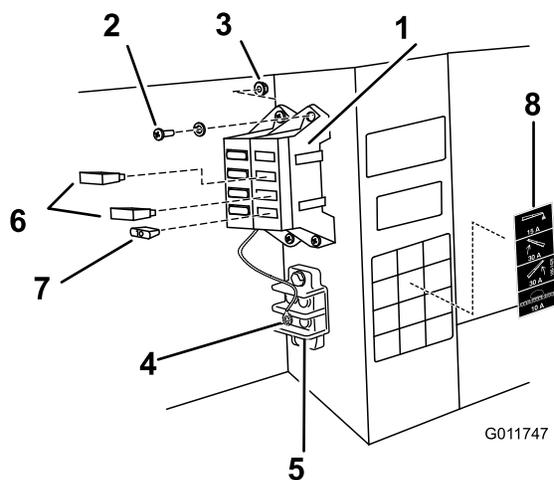

Figura 12
8. Utilizzando la rondella dentata collegate il cavo nero di terra al bullone 1/4 pollici sulla parte interna del telaio del veicolo (Figura 12).
10. Usando le due viti (#10-24 x 3/4 pollici) e due dadi di bloccaggio (#10-24), montate il portafusibili e il cablaggio preassemblato sul telaio insieme ai portafusibili già esistenti, come illustrato dalla Figura 12.
- A. Installate i due interruttori termici da 30 A alle fessure (di destra e di sinistra) del fusibile di sollevamento delle barre (Figura 12).
- B. Installate il fusibile da 10 A sulla fessura del fusibile di alimentazione dell'irroratrice (Figura 12).